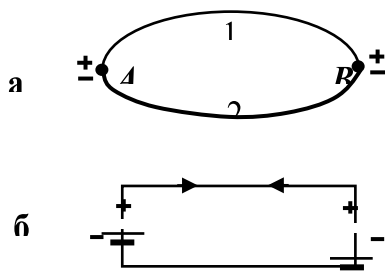

Рис. 3
**Термопара** представляет собой два разнородных проводника (I и II), соединенные своими концами (рис. 3). Места соединений называют спаями ( $A$  и  $B$ ). Если температуры спаев не одинаковы (например,  $T_A > T_B$ ), то в цепи термопары потечет ток (термоток) - явление Зеебека.